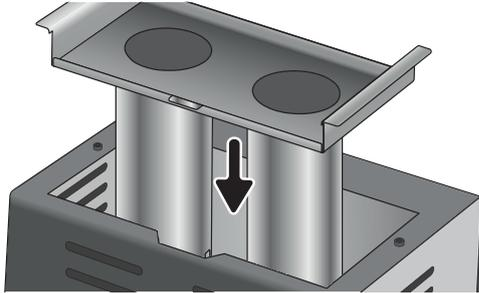

Abb. 9: Rösteinsatz korrekt einsetzen
- dass die Nase am Rösteinsatz in die Aussparung am Gehäuse greift (Abb. 9),
- dass Sie den Rösteinsatz dabei vollständig versenken (Abb. 9).